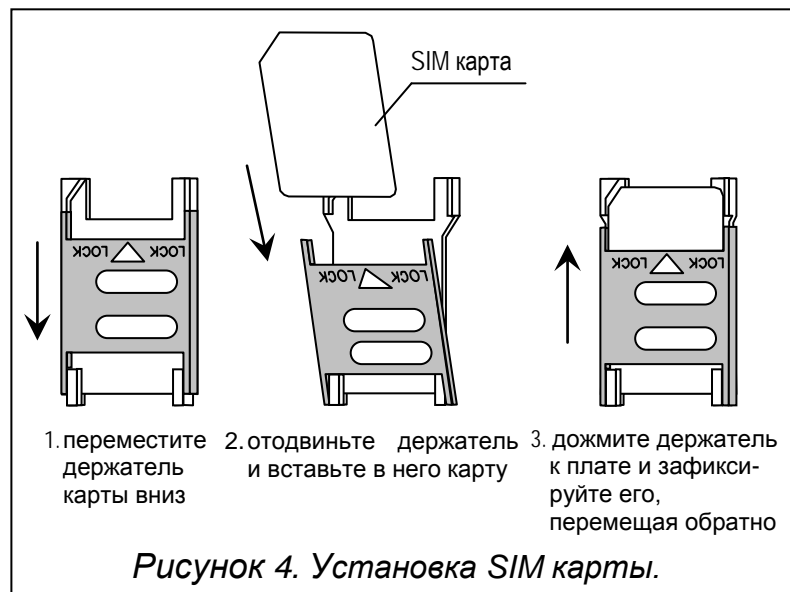

Рисунок 4. Установка SIM карты.
6. Вставьте SIM-карту (см. рис. 4).